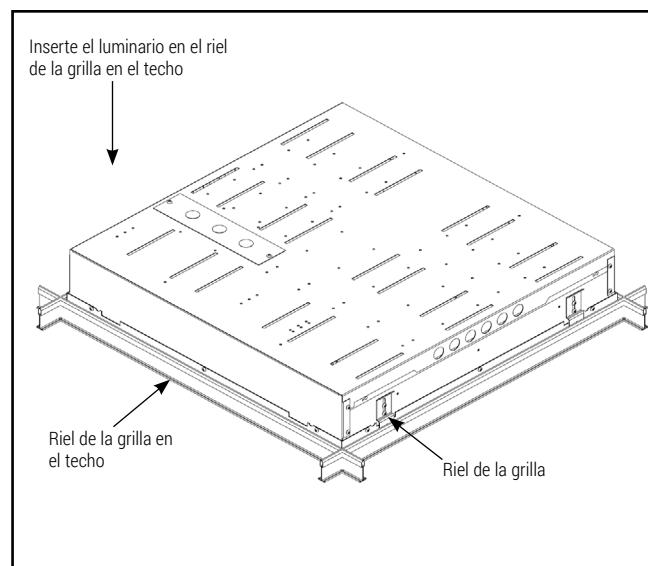

Figura 4.
5. Pase el luminario a través de la grilla del techo en un ángulo de 45 grados y luego colóquelo en el interior de dicho sistema. Use clips de rejilla para fijar el luminario a la grilla en T. (Figura 4)